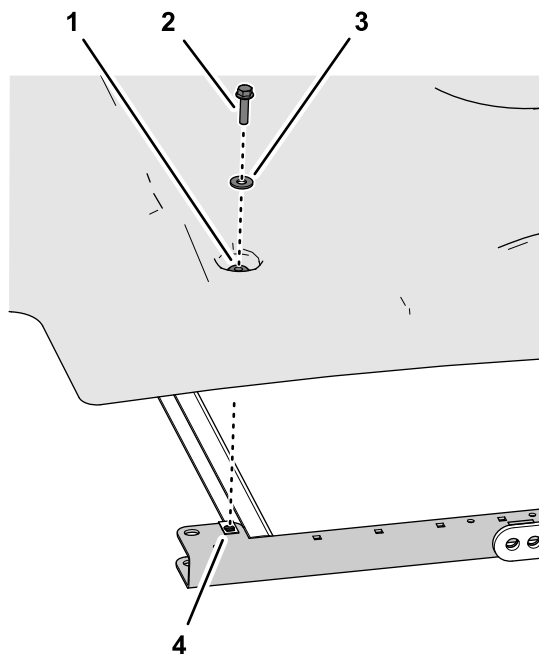
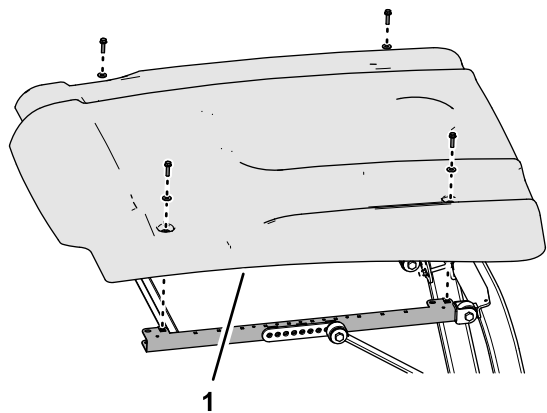

Figura 2
Figura 1
2. Remova o toldo da máquina (Figura 1).
1. Remova os quatro parafusos de cabeça flangeada (5/16 x 1 1/4 pol.) e quatro anilhas (5/16 pol.) que prendem o toldo aos canais da estrutura lateral (Figura 1 e Figura 2).